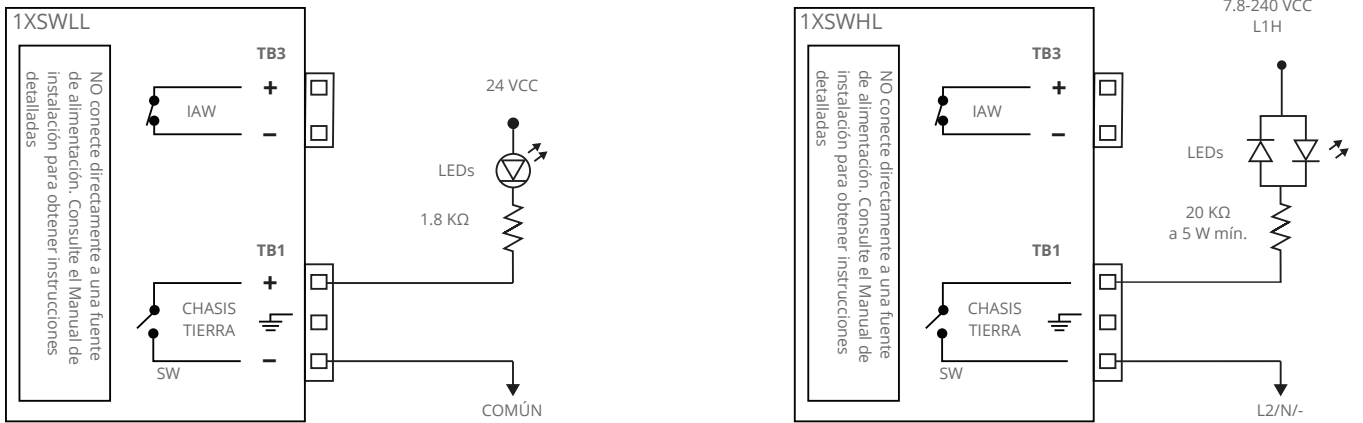

Figura 8
**NOTA:** Para probar en banco el modelo 1XSWLL, se requiere un circuito como el que se muestra en la Figura 8. Estos componentes no están incluidos y deben ser proporcionados por el usuario. No conecte el modelo 1XSWLL directamente a una fuente de alimentación sin una carga adecuada en serie con el interruptor. No exceda los valores nominales máximos del interruptor o podrían producirse daños permanentes (consulte la Tabla 2, página 6).